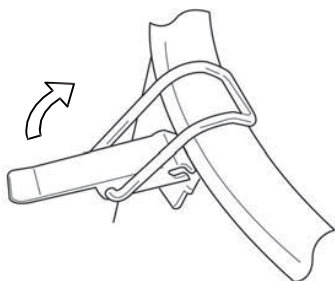

Abb.1
- 1) Entriegeln Sie die Verschlussklammern (8) am Behälter und nehmen Sie den Deckel (1) ab (**Abb. 1**).